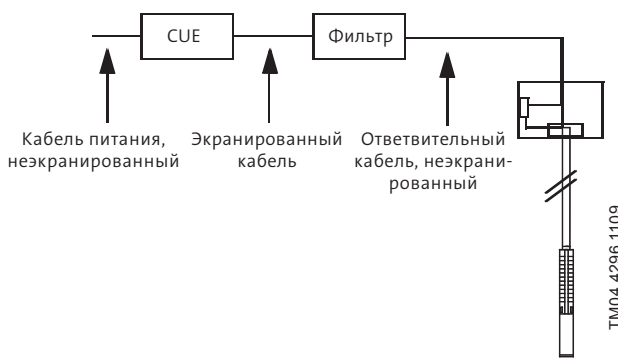

Рис. 2. Пример установки в зонах, не чувствительных к радиопомехам
- Установка в зонах, не чувствительных к радиопомехам (см. рис. 2);